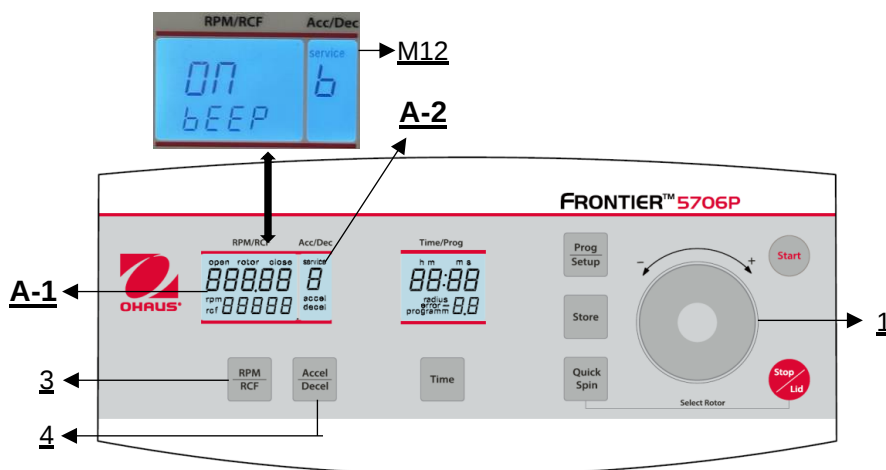

Figure 31
Procéder comme décrit au point 4.1.1 pour entrer dans ce mode de programmation et appuyer ensuite sur la touche **"Accel/Decel"** (4). Sur l'écran **"Acc/Déc"** (A-2), le mot **"Service"** (M12) clignote. Sélectionnez maintenant la lettre **"b"** à l'aide de la molette (1). Le mot **"ON/BEEP"** apparaît alors sur l'écran **"RPM | RCF"** (A-1). Après avoir appuyé sur la touche **"RPM | RCF"** (3), vous pouvez activer ou désactiver le son du clavier à l'aide de la molette (1) (voir figure 31).